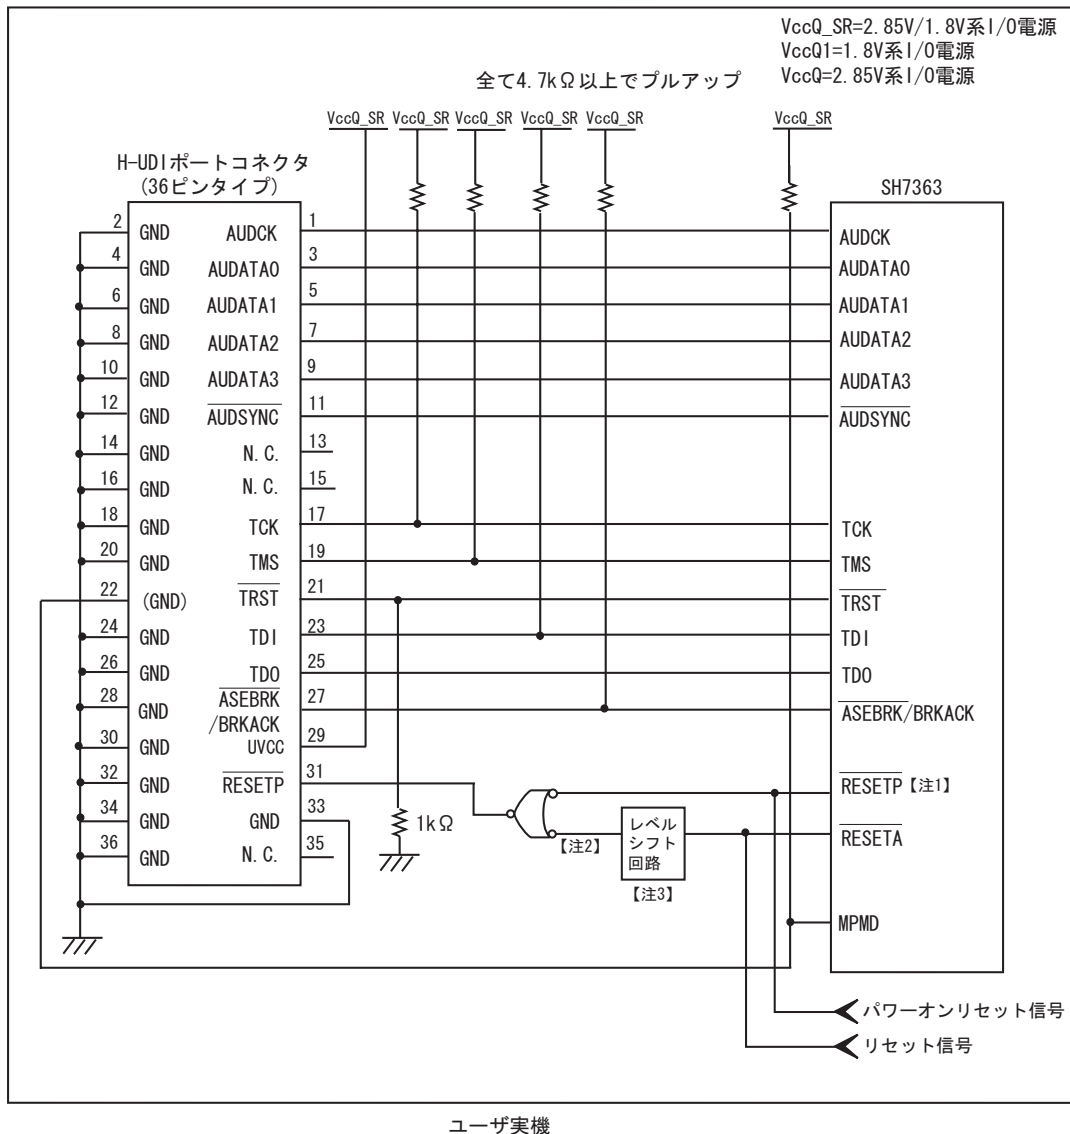

図 1.5 E10A-USB 使用時の H-UDI ポートコネクタ - チップ間の推奨接続例(36 ピンタイプ)
- 図 1.5 の回路を組んだ場合の E10A-USB エミュレータのスイッチ設定：SW2=1, SW3=1